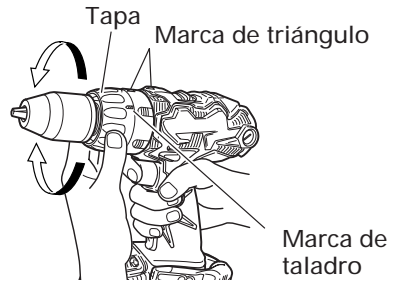

Fig. 23
11. Confirmar la posición de la cubierta <DS14DL> (Ver la Fig. 23)